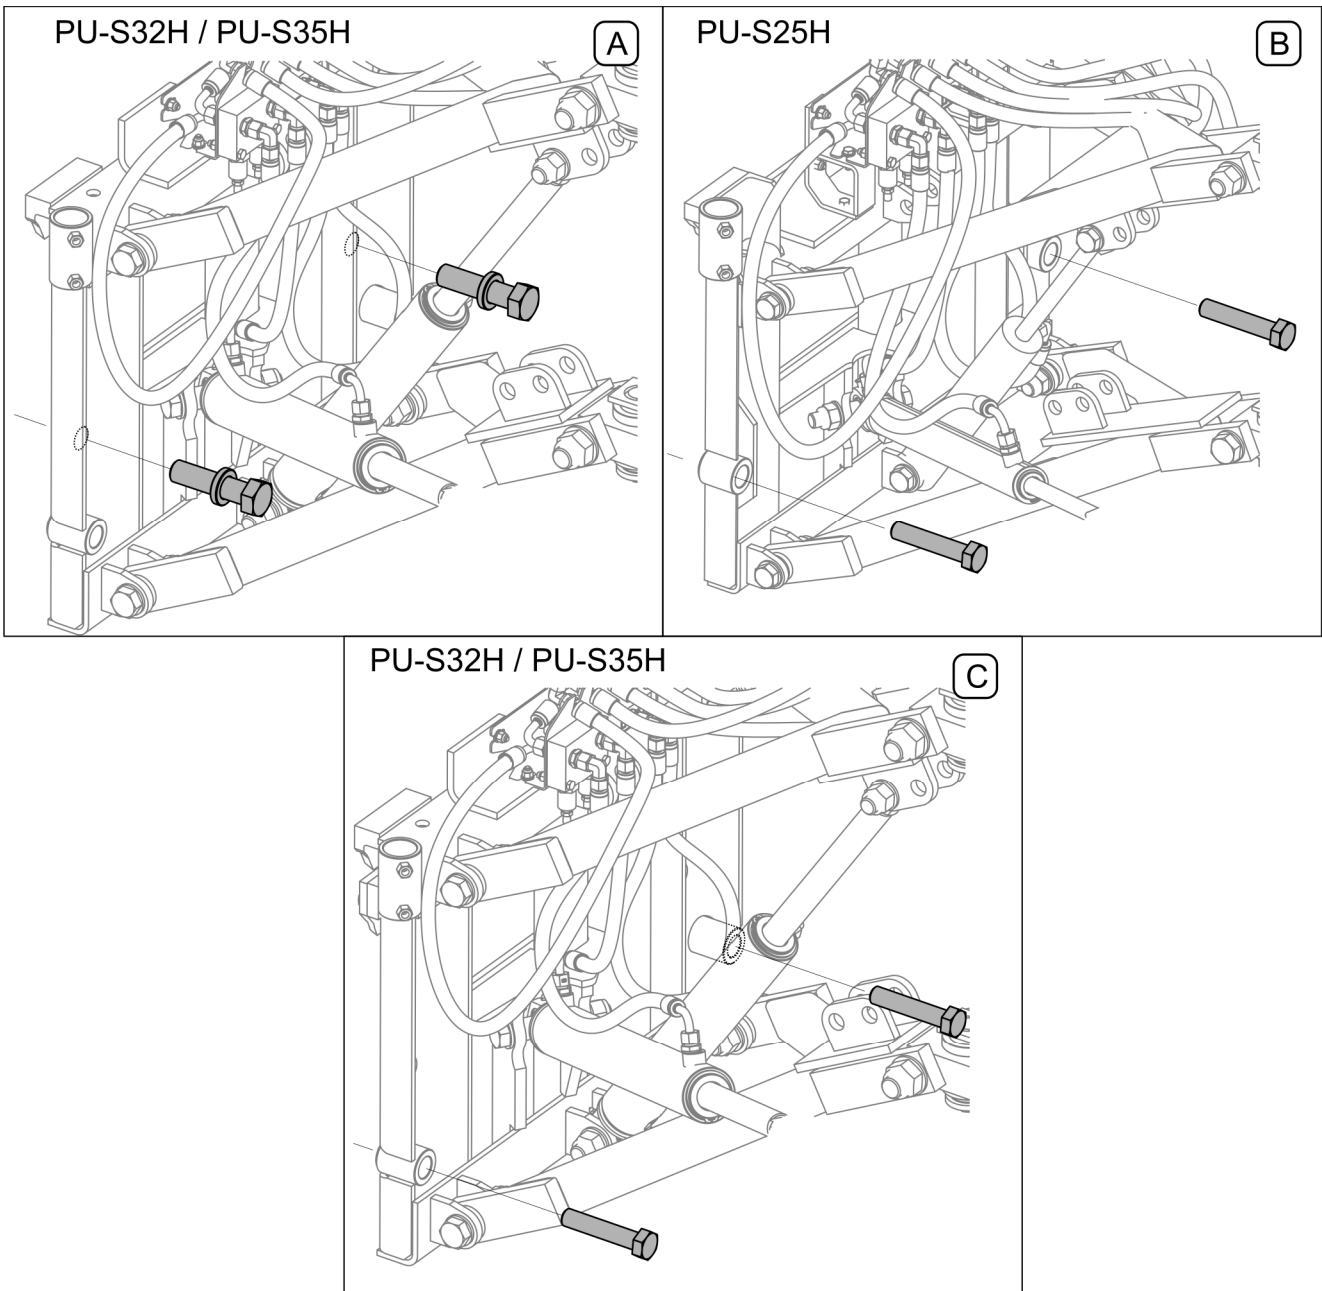
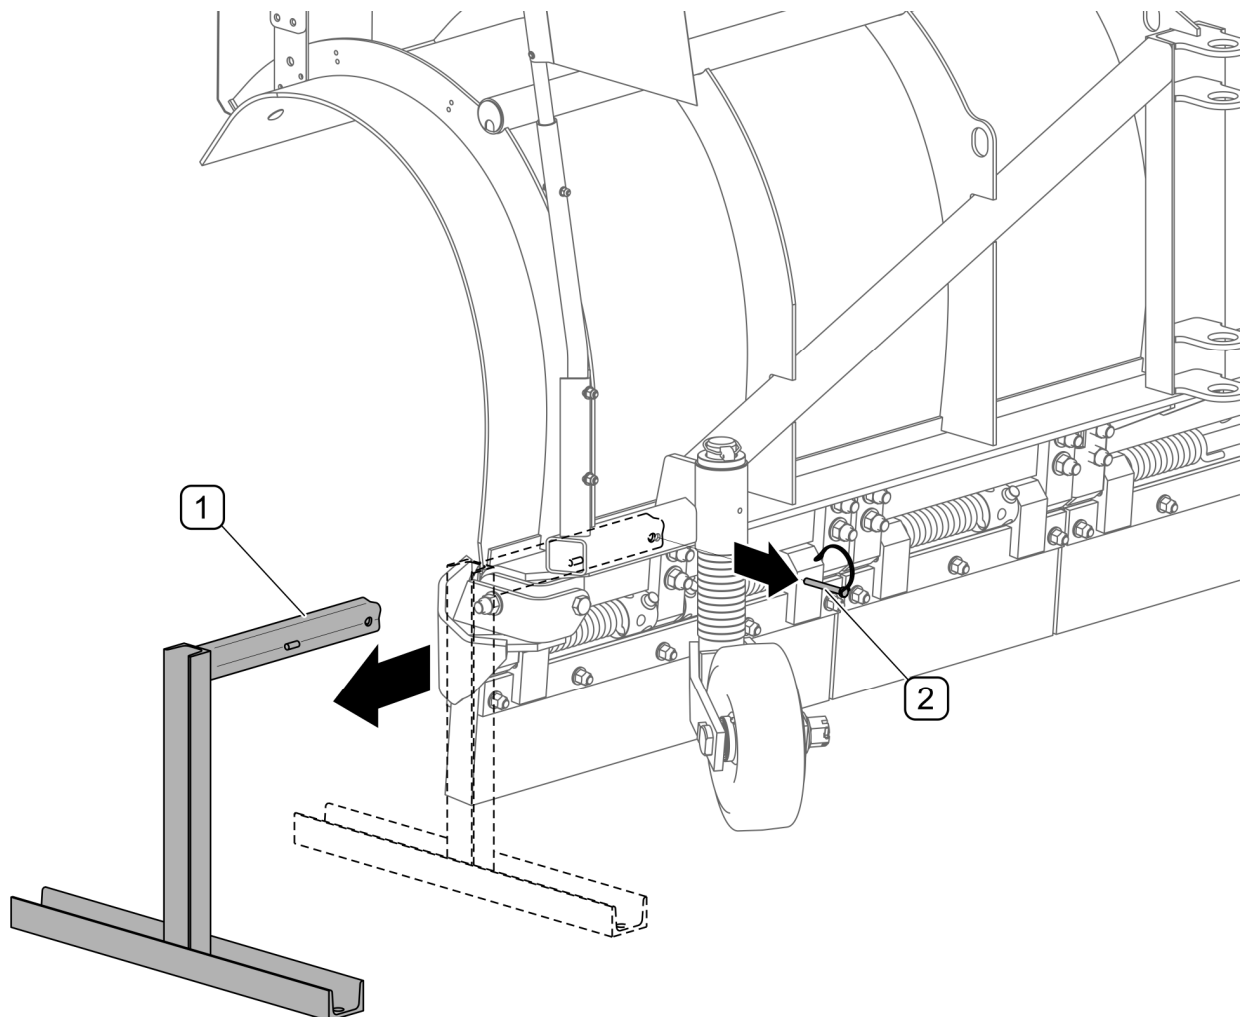
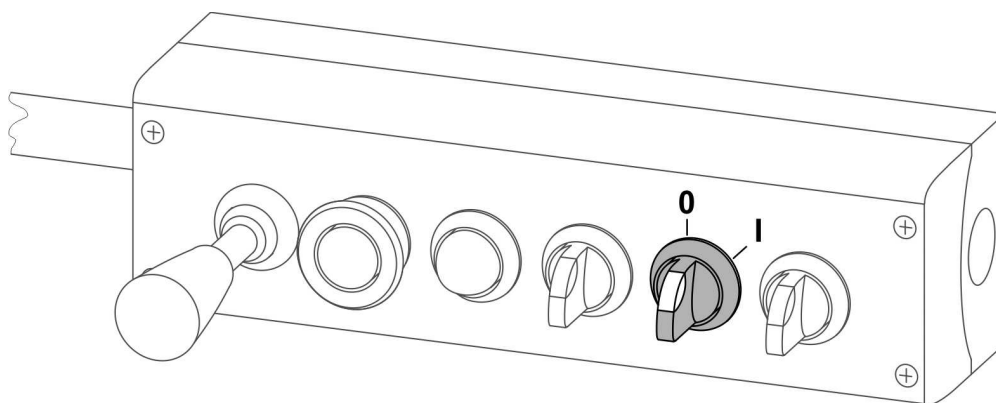

BILD 4.5 Schrauben zur Befestigung der Aufhängeplatte
BILD 4.6 Demontage der Abstellstützen
BILD 4.11 Funktionsschalter "Aggregation"
- 2) Verwenden Sie das Bedienfeld, um das Pflugaufhängungssystem so zu positionieren, dass sich die Befestigungshaken über den Steckdosen der Frontplatte des Maschinenträgers befinden. Schalter "Aggregation (BILD 4.11) auf dem Bedienfeld auf (I) "EIN" stellen.
- 4) Wenn die Haken und die Frontplatte des Maschinenträgers korrekt zueinander ausgerichtet sind, stellen Sie den Schalter "Aggregation" aus (BILD 4.11) und senken Sie das Aufhängesystem ab, bis die Pflughaken auf den Buchsen der Frontplatte des Maschinenträgers sitzen. Heben Sie den Pflug an und prüfen Sie, ob er sicher befestigt ist. Befestigen Sie den Rahmen der Pflugaufhängung mit zwei Schrauben (BILD 4.5. Beide Abstellstützen entfernen (BILD 4.6). Das Bedienpult sollte in der Fahrerkabine an einer zugänglichen Stelle angebracht werden.
- 4) Wenn die Haken und die Medienblende korrekt ausgerichtet sind, senken Sie das Pflugaufhängungssystem ab, bis die Haken auf den Buchsen der Medienblende sitzen. Heben Sie den Pflug an und prüfen Sie, ob er sicher befestigt ist. Befestigen Sie den Rahmen der Pflugaufhängung mit zwei Schrauben (BILD 4.5. Stecken Sie den Netzstecker der Umrissleuchten in die Steckdose der Elektroinstallation des Maschinenträgers. Beide Abstellstützen entfernen (BILD 4.6)
Der Pflug ist mit zwei Abstellstützen ausgestattet (BILD 4.6). Um die Abstellstützen zu demontieren, gehen Sie wie folgt vor:
- 3) Schalter "Aggregation" (BILD 4.11) auf dem Bedienfeld auf (I) "EIN" stellen. Mit Hilfe des Bedienpults das Pflugaufhängungssystem so positionieren, dass sich die Befestigungshaken über den Buchsen der Frontplatte des Maschinenträgers befinden.